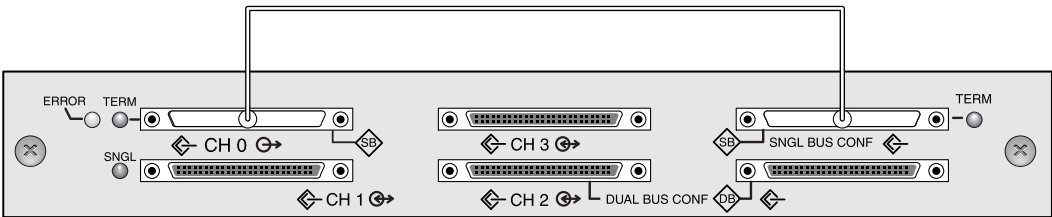

FIGURE 4-15 Connexion d'une configuration monobus : tous les disques sont affectés à un unique canal (CH 0)
1. Pour configurer une baie RAID selon une configuration monobus, connectez le câble de raccordement SCSI entre les ports SCSI étiquetés « CH 0 » et « SNGL BUS CONF » comme indiqué à la FIGURE 4-15. Serrez les vis de calage du câble en donnant six tours dans le sens des aiguilles d'une montre afin de garantir un branchement et un fonctionnement corrects.